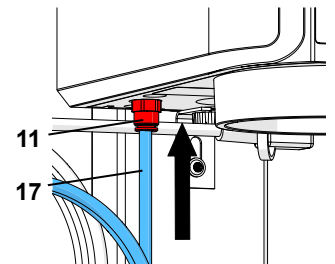

Abb. 5-a
Bei früheren Geräten ist der EingangsfILTER (12) außerhalb des Geräts angeordnet (Abb. 5-b). In diesen Fällen den Druckluftschlauch (17) in den in EingangsfILTER (12) einschieben. Dabei ist ein leichter Widerstand spürbar zu überwinden. Gerät NIE ohne den EingangsfILTER verwenden!